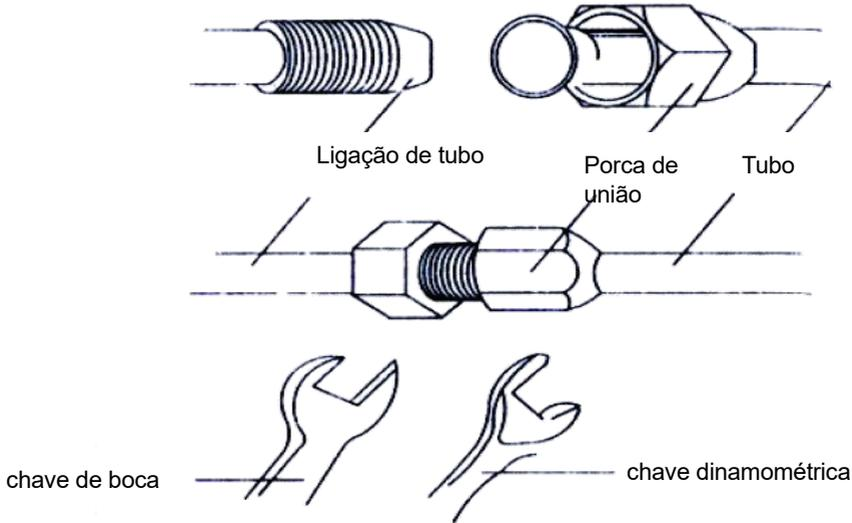

Fig.18
- b. Ajuste a força de torção consultando a tabela abaixo. Coloque a chave de boca, aberta na junta da tubagem e coloque a chave dinamométrica na porca de união. Aperte a porca da união com uma chave dinamométrica (como mostrado na Fig.18).